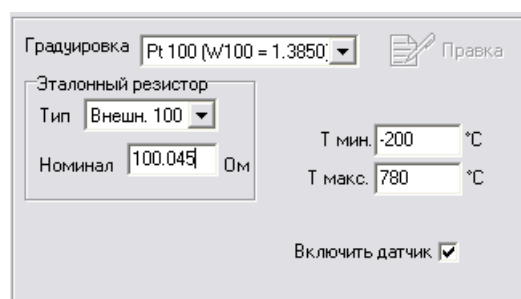

Рисунок 3.6
- установить точное значение сопротивления внешнего эталонного резистора (рисунок 3.6).